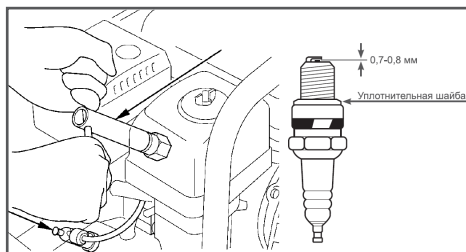

Рис. 25 Обслуживание свечи зажигания
1. Отсоедините колпак свечи зажигания и удалите грязь вокруг свечи зажигания (Рис. 25).
4. Измерьте зазор между электродами свечи зажигания специальным щупом. Зазор должен быть $0,7-0,8$ мм (Рис. 25).